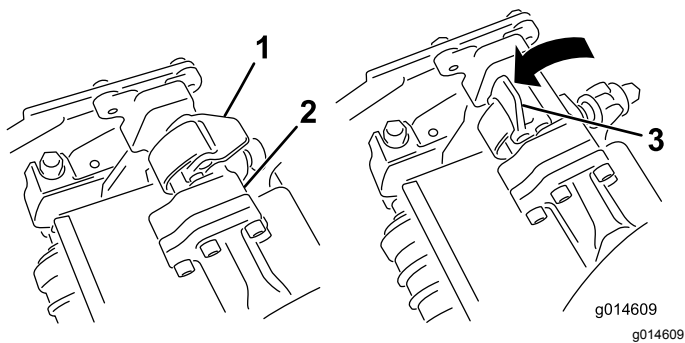

Figura 45
3. Com os fechos na barra do braço de suspensão a apontar para cima (i.e. abertos) (Figura 45), empurre o braço de suspensão para baixo de forma a que a barra passe pela barra através da parte superior da unidade de corte (Figura 46).
4. Feche os fechos para baixo e em redor da barra da unidade de corte e bloqueie-os no sítio (Figura 45).
4. Abra os fechos na barra do braço de suspensão da unidade de corte que está a remover (Figura 45).